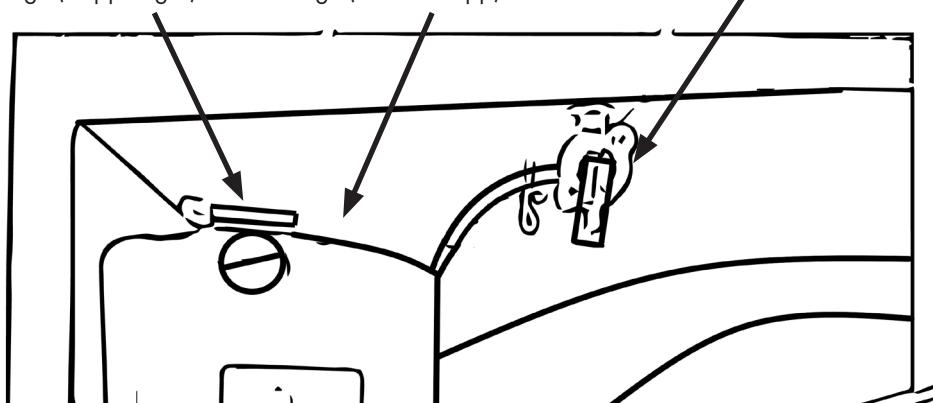

Bild 6
- Öppna bränslekransen. Se även bild 6. (Handtaget på kranen pekar nedåt)